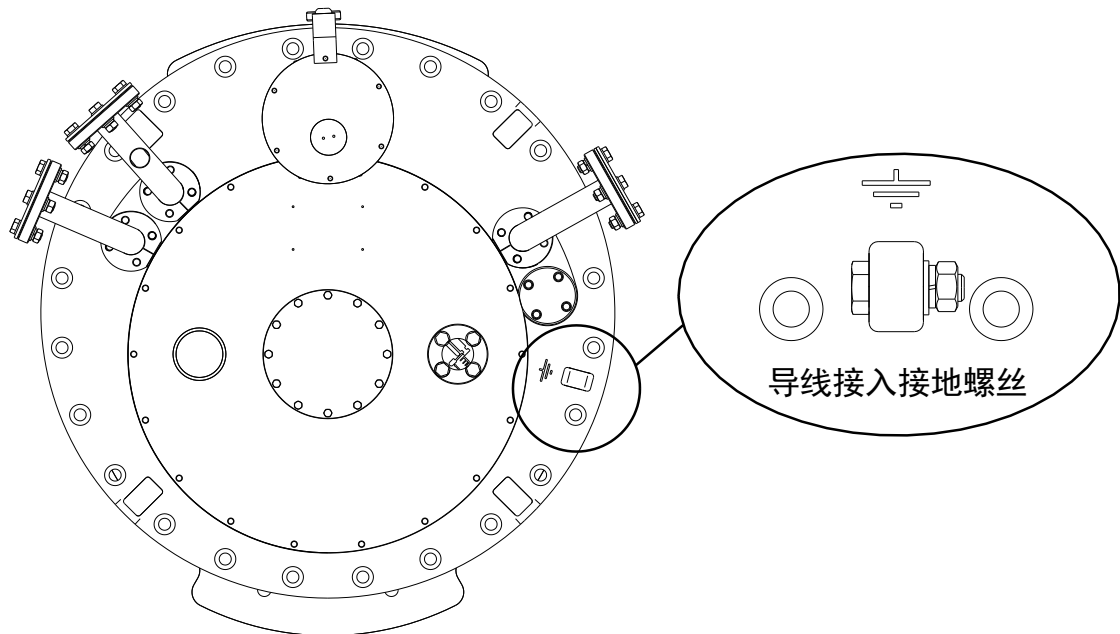

图 9-3 导线接入接地螺丝位置图
1. 将开关安装法兰接地螺栓接至变压器箱盖 (1 个 M12 螺栓和螺母), 19 号扳手。(见图 9-3)